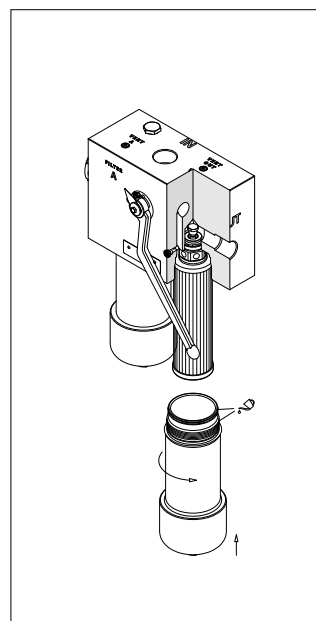

fig. 14
- (Fig. 14) Lubrificare il filetto e l'O-ring del contenitore, quindi avvitare il contenitore facendo riferimento alla tabella delle coppie di serraggio al paragrafo 3